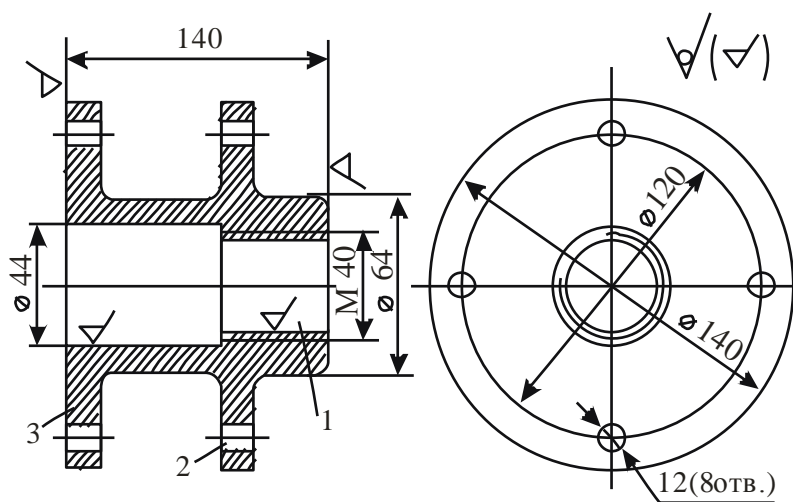

Рисунок 2
2. По ескізу деталі (рис. 2) розробіть ескізи: елементів ливарної форми, моделі стрижньового ящика, зібраної ливарної форми (в розрізі). Опишіть